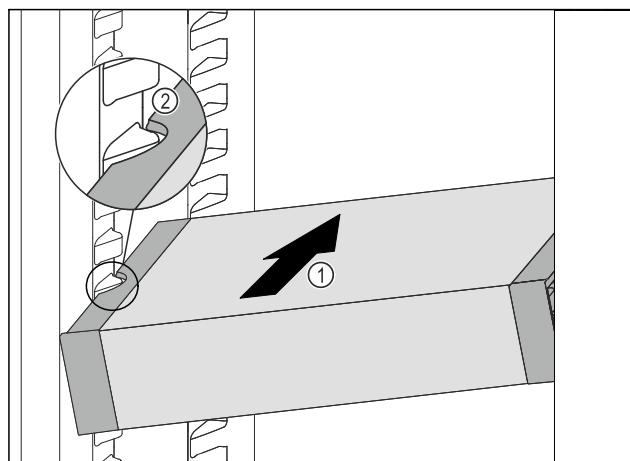

Fig. 155
- Futni pjerrtas VarioSafe në pjesën e ftohjes Fig. 155 (1), derisa foletë anësore Fig. 155 (2) të VarioSafe të jenë në lartësinë e brinjëve të kutisë në pjesën e ftohjes.